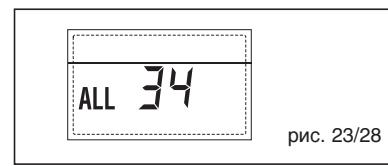

рис. 23/28
- НЕПОЛАДКА СВЯЗИ ПЛАТЫ RS-485 И ПЛАТЫ RS-485 "ТРЕВ. 35" (рис. 23/29)